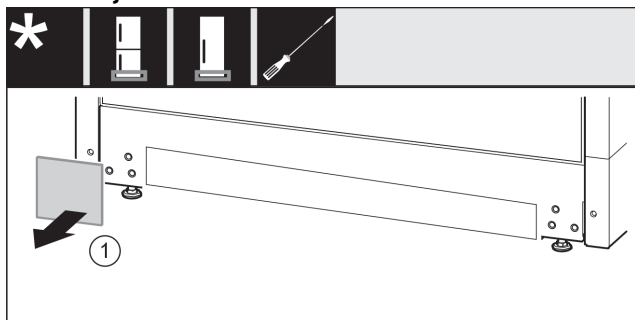

Fig. 35
- ▶ Skinite pokrov. *Fig. 35 (1)*